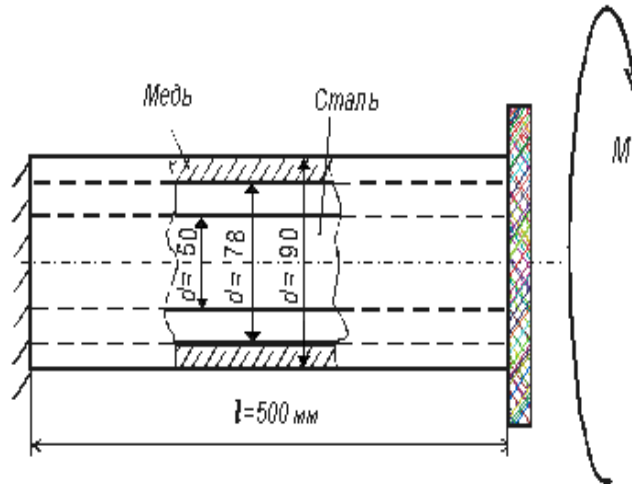

Рисунок 1
**Задача СМ-1.** Стальной валик и медная трубка жестко закреплены одним концом, а другим скреплены с жёсткой плитой, к которой приложен скручивающий момент  $M$  (рис.1).